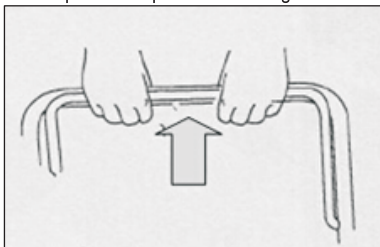

Fig. 2A
b) Debout derrière l'appareil, saisissez la poignée de frein et maintenez-la contre la poignée supérieure (Fig. 2A).